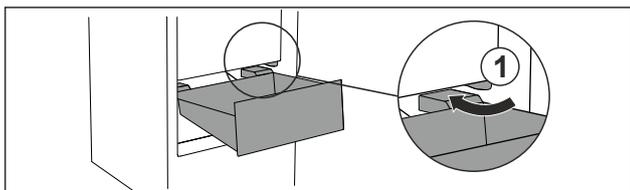

Fig. 37
- ▶ Preved'te zásuvku šikmo okolo zarážok Fig. 37 (1).